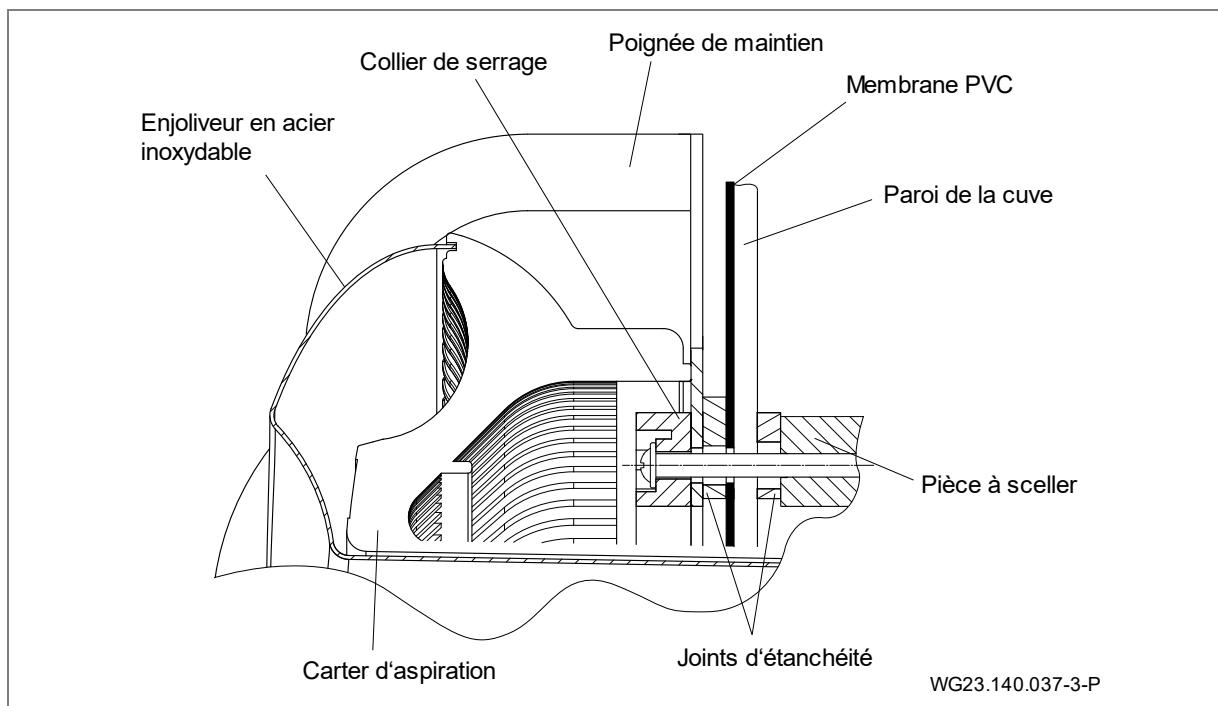
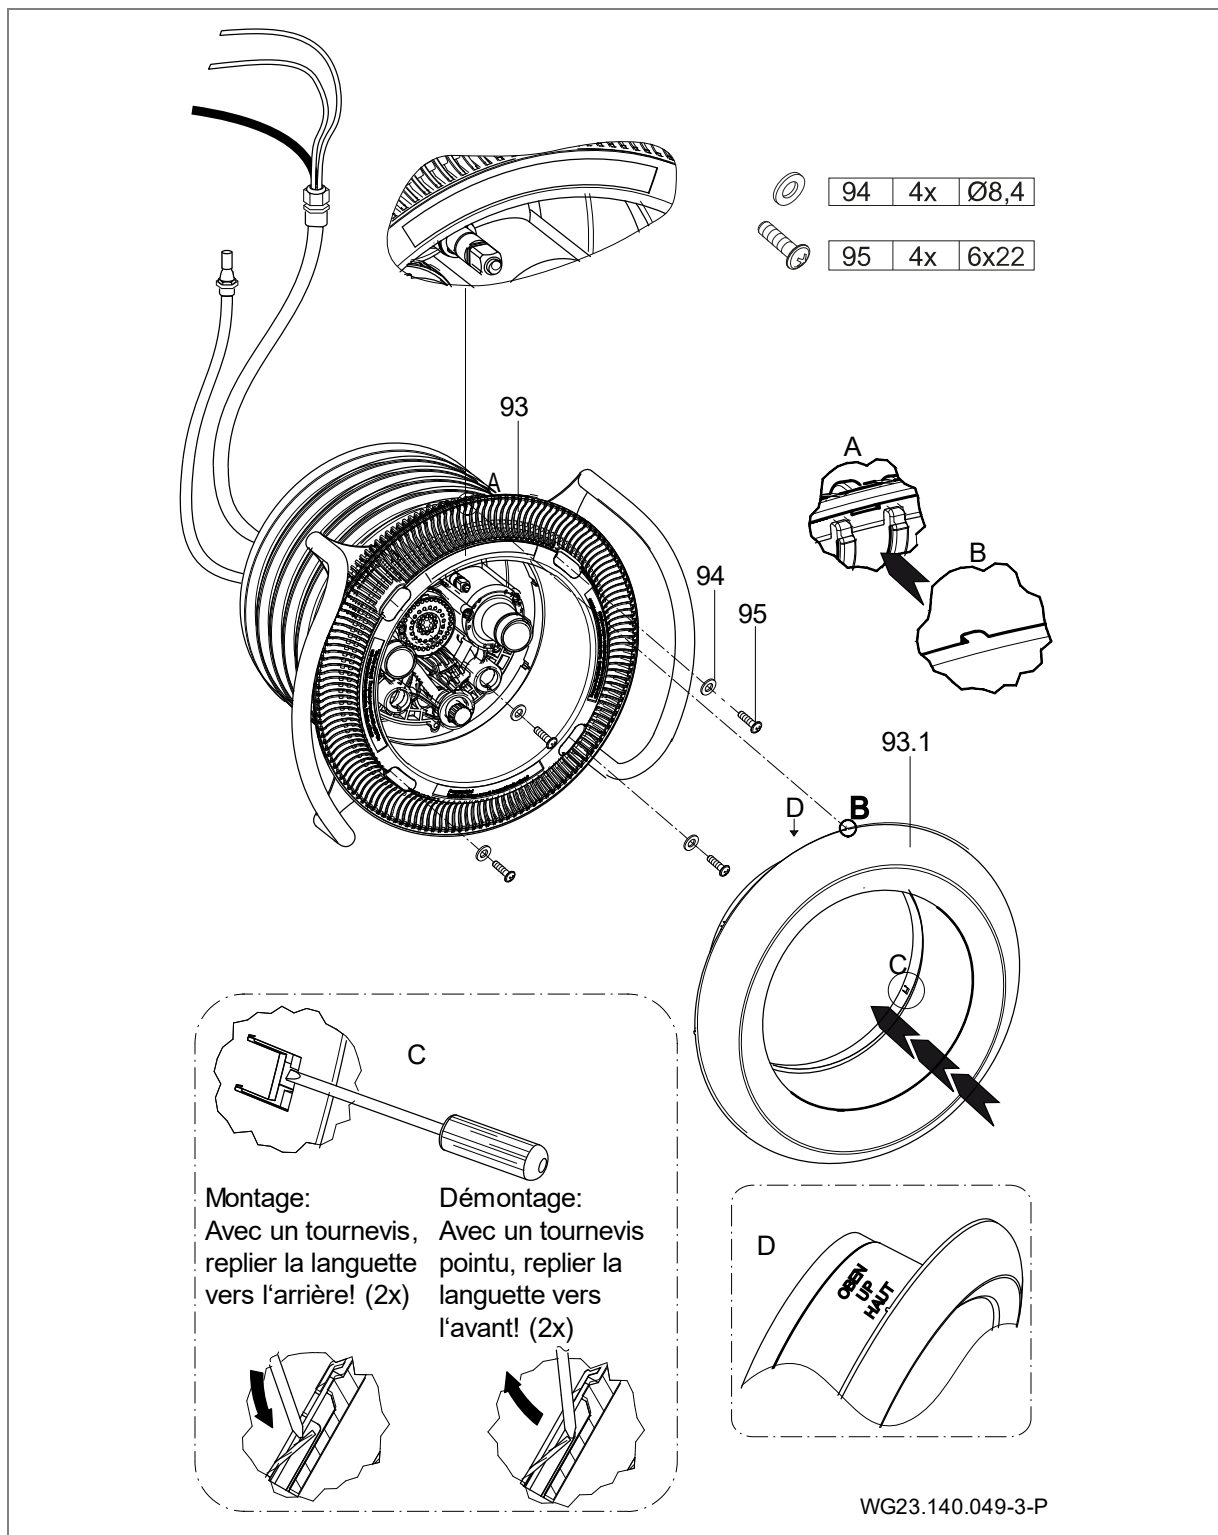
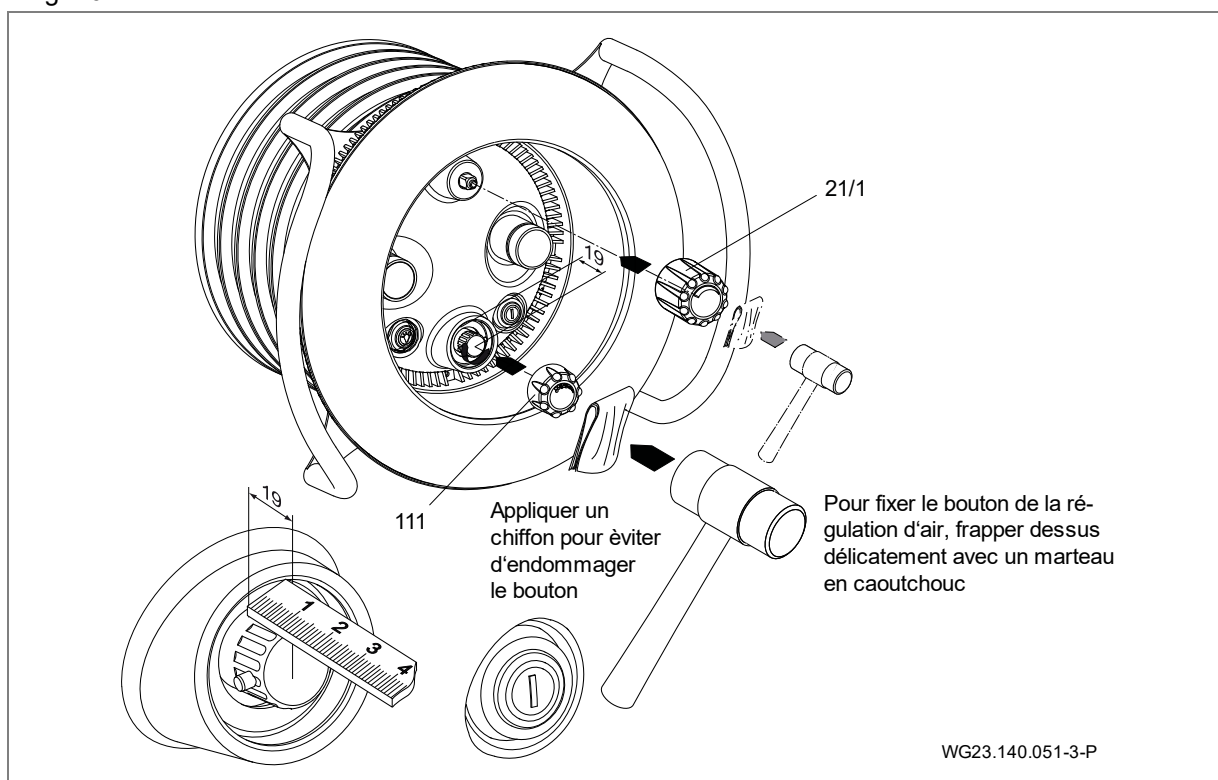

Fig. 11
Fig. 19
Fig. 21
7. Aligner le corps de buses complet (102.1) sur la pièce à sceller (1) et fixer les dix vis auto taraudeuses préassemblées (61). (Fig. 19)
Primavera Deluxe : Enfoncer avec précaution les boutons-poussoirs piézo avec deux joints toriques montés dans le boîtier de boutons-poussoirs sur le boîtier de buses. Le cas échéant, utiliser de la vaseline. (Fig. 19)
9. Placer le carter d'aspiration (93) sur le collier de serrage (28) et le fixer avec quatre rondelles (94) et quatre vis auto taraudeuses (95) (Fig. 11). (Fig. 19)
11. Centrer le couvercle de l'éclairage (110) sur le corps de buses (102.1) et le fixer avec quatre vis auto taraudeuses (112). (Fig. 21)
1. Retirer le capuchon de régulation du débit (21/1) et de l'air (111). Sur le modèle BADU JET Primavera Deluxe, il faut desserrer la vis sans tête avant d'enlever le capuchon. Voir "Fig. 21"
2. Desserrer les vis taraudeuses (112) et retirer le capot de lumière (110).
3. Plier les deux brides latérales du cache en acier inoxydable et le retirer. Voir "Fig. 19"
4. Desserrer les vis taraudeuses (95) et retirer le cache d'aspiration (93) ainsi que la poignée de maintien (70).
5. Desserrer les vis taraudeuses (61) si nécessaire. Retirer le boîtier des buses (102.1). Prendre garde ce faisant à la conduite d'air intérieure (4) fixée sur le boîtier de montage (1).
6. Desserrer les vis (52). Retirer la poignée (70), la bague de serrage (28) et le joint de la bague de serrage (27).